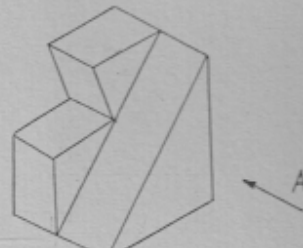

Рис. 1
1. Сколько треугольников входит в состав вида, выполненного по стрелке А? (рис.1)